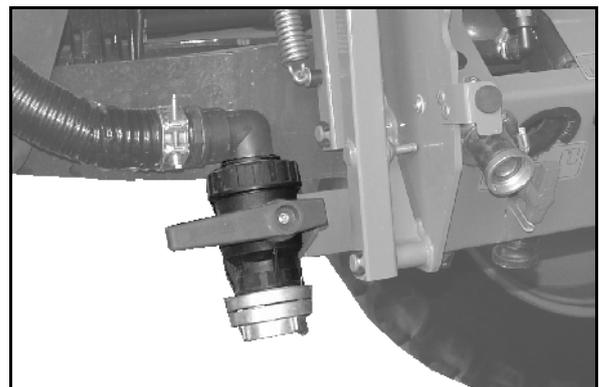

Fig. 66
- Befüllanschluss mit Schalthahn (Fig. 66).